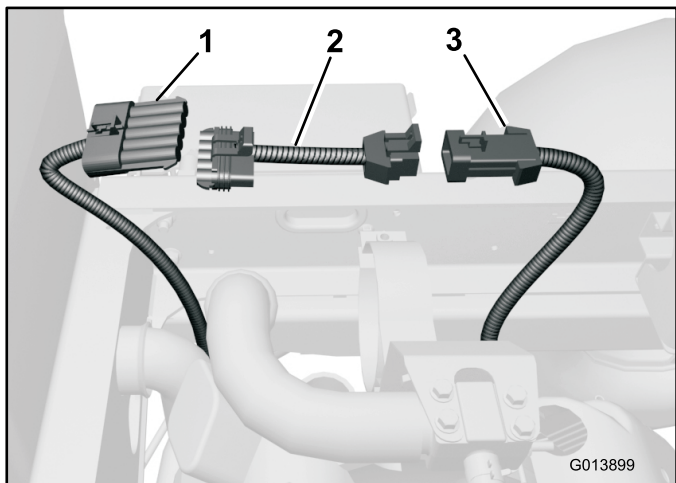

Figura 26
- Individuate il riduttore (Figura 26) nelle parti sciolte.